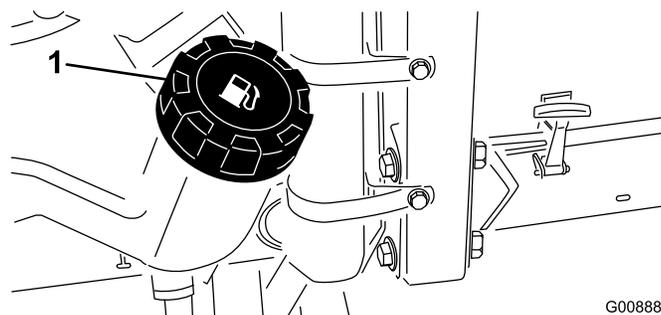

Bild 21
1. Reinigen Sie den Bereich um den Tankdeckel (Bild 21).